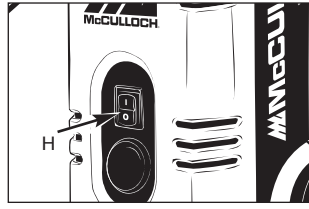

Fig. 3-2E
7. Turn on the machine by moving the switch to the ON position (H). (Fig. 3-2E). Your pressure cleaner is fitted with Auto Start/Stop feature. This means the motor and pump will start only when the trigger lever is pressed and shut off when it is released.
7. Mettez la machine en route en plaçant l'interrupteur sur la position marche (ON) (H). (Fig. 3-2E). Votre nettoyeur haute pression comporte une fonction Marche/Arrêt automatique. Cela signifie que le moteur et la pompe ne démarrent que lorsque vous appuyez sur la gâchette et s'arrêtent lorsque la gâchette est relâchée.